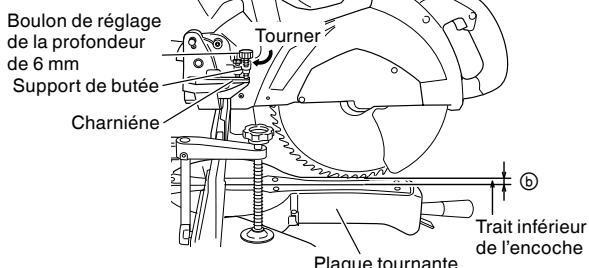

Fig. 48
- (1) Tourner le support de butée dans la direction indiquée dans la Fig. 48.